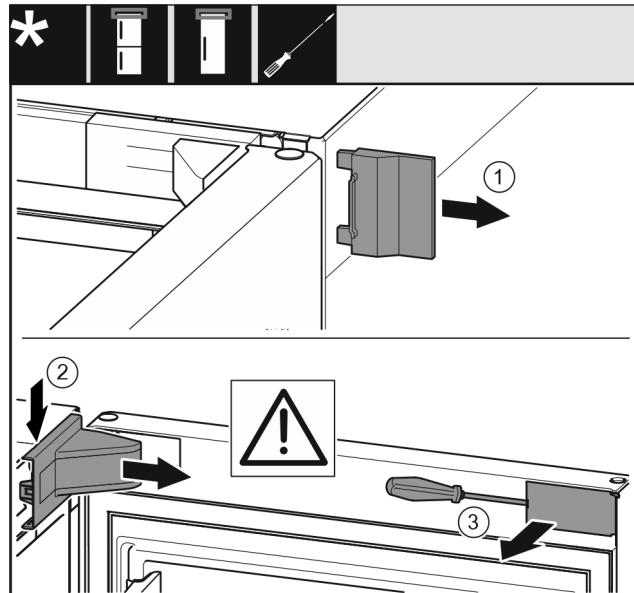

Fig. 8
- Snemite zunanj pokrov. Fig. 8 (1)
- Snemite in odstranite pokrov ležajnega podstavka. Snemite pokrov ležajnega podstavka. Fig. 8 (2)
- S ploščatim izvijačem staknite zaslonko in jo obrnite k strani. Fig. 8 (3)